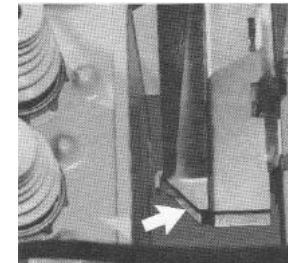

Figure 33
- Fixer l'appareil au support avec une vis M8x25 (figure 33)